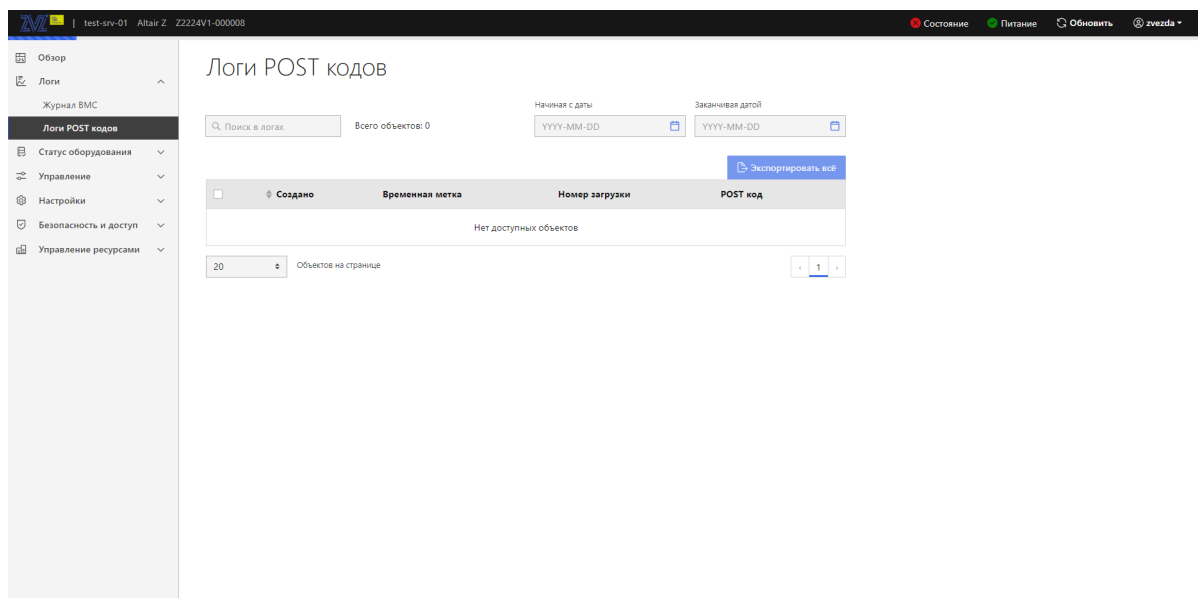

Рис. 79. Окно «Логи POST кодов»
- 3) Пройдите во вкладку «Логи» → «Логи POST кодов» в данной вкладке отображены все логи POST кодов. В поле «Поиск в логах» производится поиск логов POST кодов. В поле «Начиная с даты» произведите фильтрацию по дате начала логов, в поле «Заканчивая датой» произведите фильтрацию по дате окончания логов. «Экспортировать всё» позволяет экспортировать все логи POST кодов. Окно показано на рис. 79 Окно «Логи POST кодов»